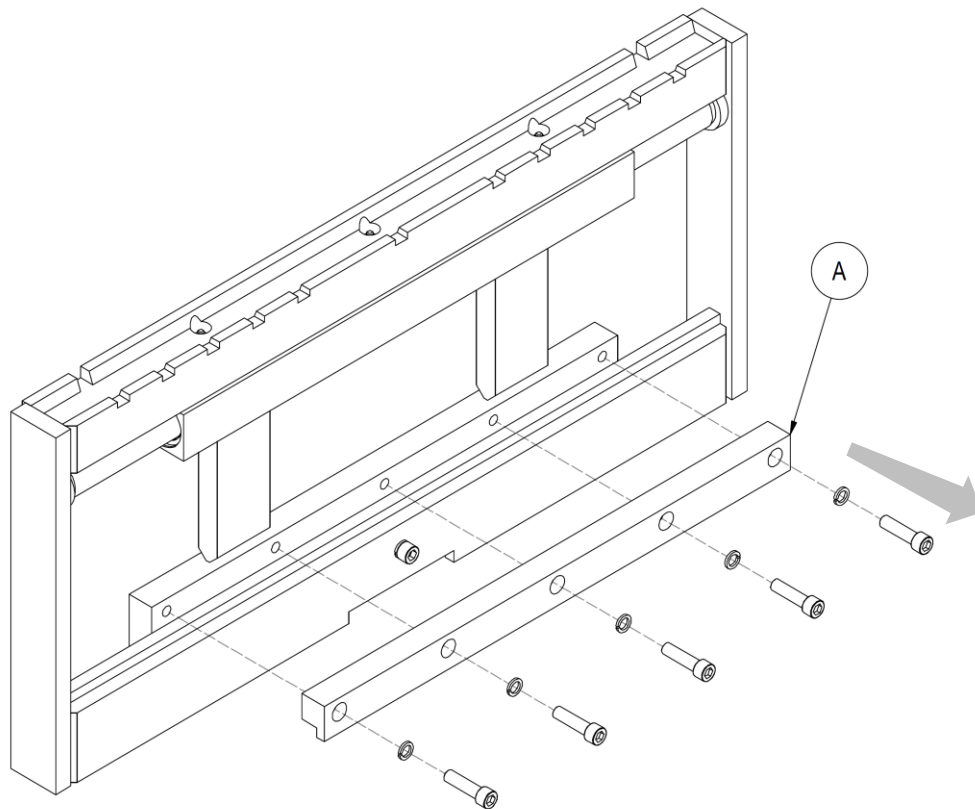

Figura 2
4. Tomar el gancho inferior **A** (mira *Figura 2*).